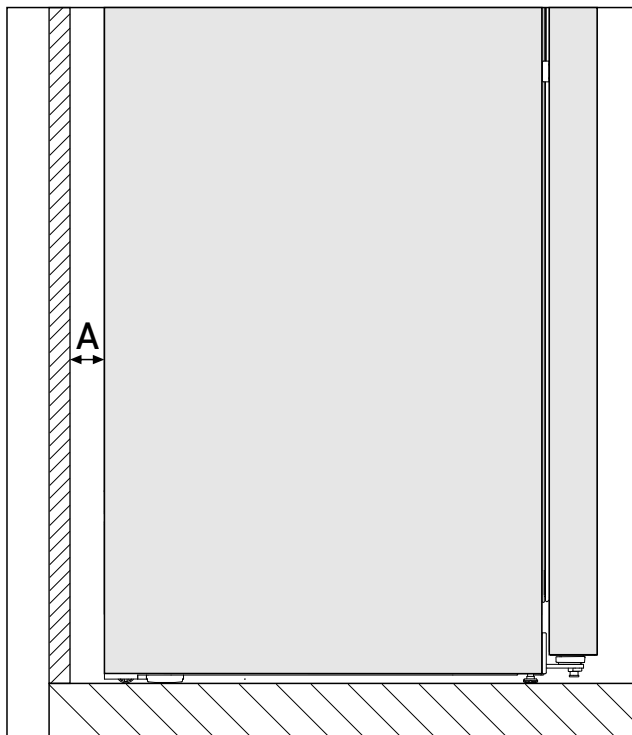

Fig. 3 \*
Spotřeba energie byla zjištěna s ohledem na vzdálenost od stěny Fig. 3 (A) mezi zadní stranou spotřebiče a stěnou. Pokud je vzdálenost od stěny menší než Fig. 3 (A), nemá to žádný vliv na funkčnost spotřebiče, avšak při menší vzdálenosti od stěny se mírně zvýší spotřeba energie.\*